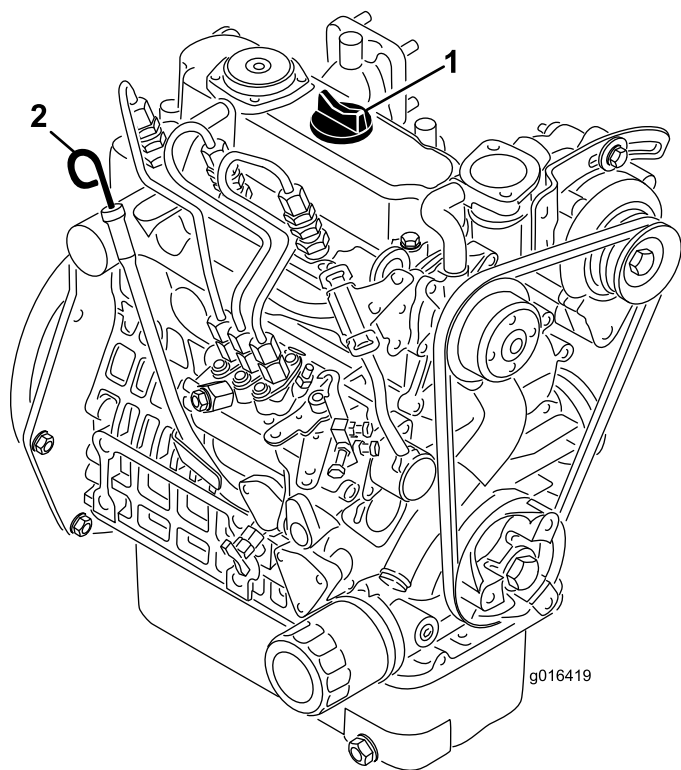

Figure 23
2. Retirez la jauge et essuyez-la sur un chiffon propre (Figure 23). Remettez la jauge dans le tube en l'enfonçant au maximum. Sortez la jauge du tube et vérifiez le niveau d'huile. Si le niveau est trop bas, retirez le bouchon de remplissage du couvre-culasse et ajoutez **lentement** la quantité d'huile nécessaire pour faire monter le niveau jusqu'au repère maximum de la jauge. Versez l'huile lentement et vérifiez souvent le niveau durant la procédure. **Ne remplissez pas excessivement.**